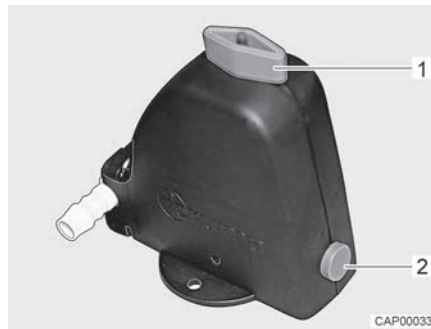
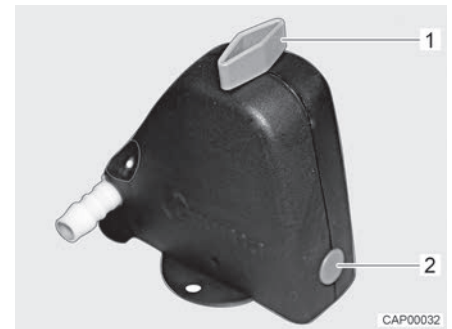

Fig. 110 Valve de sécurité et de vidange ouverte
Fig. 111 Valve de sécurité et de vidange fermée
- Fermer la valve de sécurité et de vidange. Tourner pour cela le bouton rotatif (Fig. 110,1) dans le sens transversal par rapport à la valve de sécurité et de vidange et enfoncer le bouton-poussoir (Fig. 110,2). La valve de sécurité et de vidange fermée est représentée à la Fig. 111. Lorsque la température descend en dessous de 6 °C, la valve de sécurité et de vidange ne peut pas être fermée.